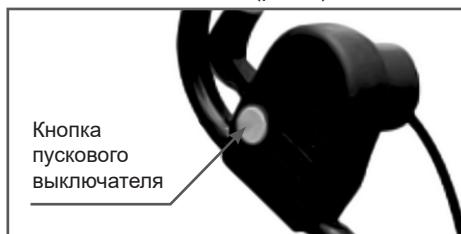

Рис. 6 Кнопка пускового выключателя
3. Нажмите и удерживайте кнопку пускового выключателя (рис.6).